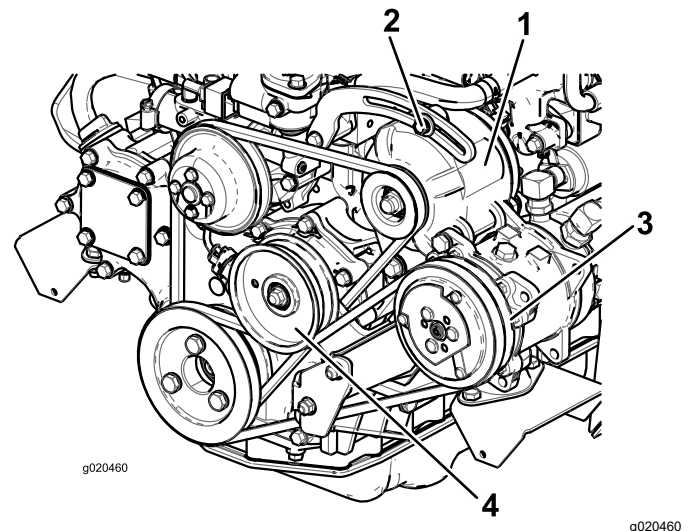

Figura 76
Si la desviación no es de 10 mm ($\frac{3}{8}$ "), afloje los pernos de montaje del alternador (Figura 76).
2. Si la desviación no es de 10 mm ($\frac{3}{8}$ "), afloje el perno de montaje de la polea tensora (Figura 76).